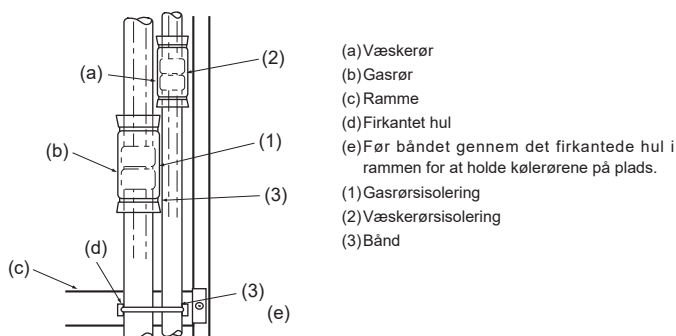

Fig. 4-5
Isolér opkravningssamlingerne (1) og (2) på gas- og kølerørene fuldstændigt. Hvis en del af samlingerne er synlig, kan kondens dryppe ned derfra. (Fig. 4-5)
- Fastgør gasrørsisoleringen (1) og væskerørsisoleringen (2) i begge ender, så de ikke glider og ret dem ind efter hinanden.
- Når isoleringen er monteret, bruges et bånd (3) til at fastgøre kølerøret til rammen (under rørsamlingsstedet). Dette forhindrer, at kølerøret løftes op af rammen. (Så længe kølerøret ikke er monteret i rammen, kan gitteret ikke monteres.)